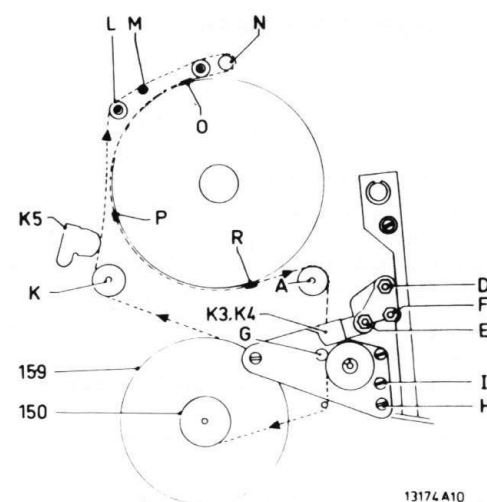

Fig. III-17
a. Cassetterolassen A en K (zie fig. III-17)
c. Toonas G (zie fig. III-17)
- Indien nodig kan dit ingesteld worden door moer E (zie fig. III-17) verder in of uit te draaien.
- Indien nodig kan dit ingesteld worden door moer F (zie fig. III-17) verder in of uit te draaien.
2.4.11. Audio/sync. kop (zie fig. III-17)